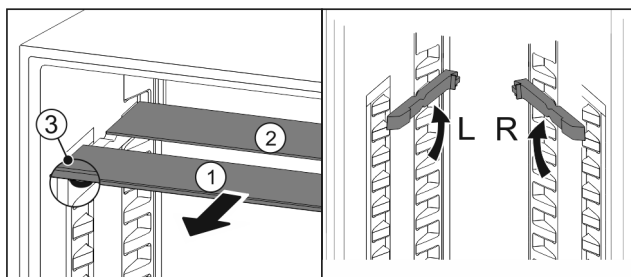

Fig. 20
- ▶ Sortir les tablettes par l'avant *Fig. 20 (1)*.
- ▷ La tablette en verre *Fig. 20 (1)* avec bordure décorative est située à l'avant.
- ▷ Les butées *Fig. 20 (3)* sont orientées vers le bas.